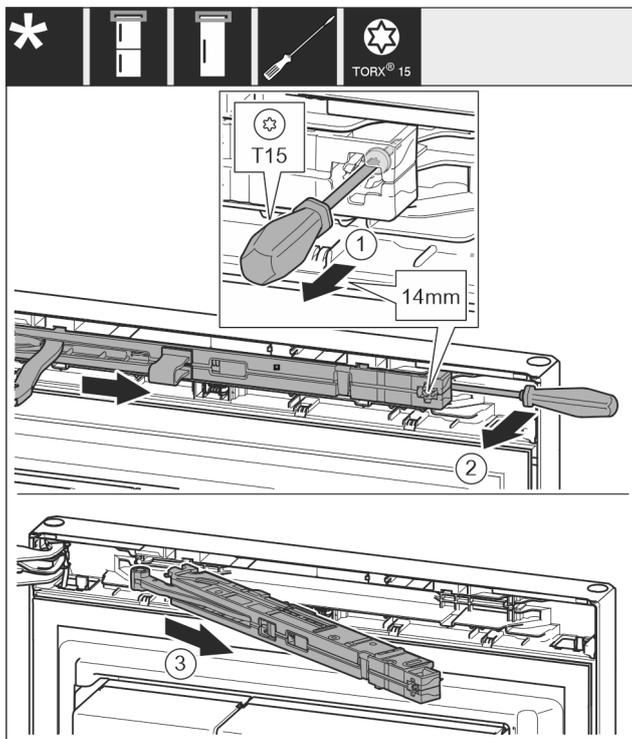

Fig. 11
- ▶ Ослабьте винт на узле амортизатора с помощью отвертки T15 примерно на 14 мм. Fig. 11 (1)
- ▶ При помощи отвертки со стороны ручки переместите за узел амортизатора и поверните узел вперед. Fig. 11 (2)
- ▶ Извлеките узел амортизатора. Fig. 11 (3)